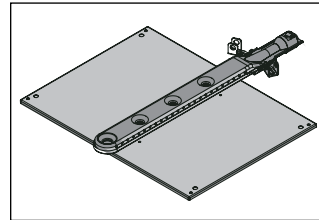

Figura 26
- Para referencias sin regulador de aire como el que se muestra en la figura 26, no se requiere ajustar la entrada de aire primario, ya que su diseño tiene definida la cantidad de aire suficiente para realizar una adecuada combustión tanto a Gas natural como a gas propano.